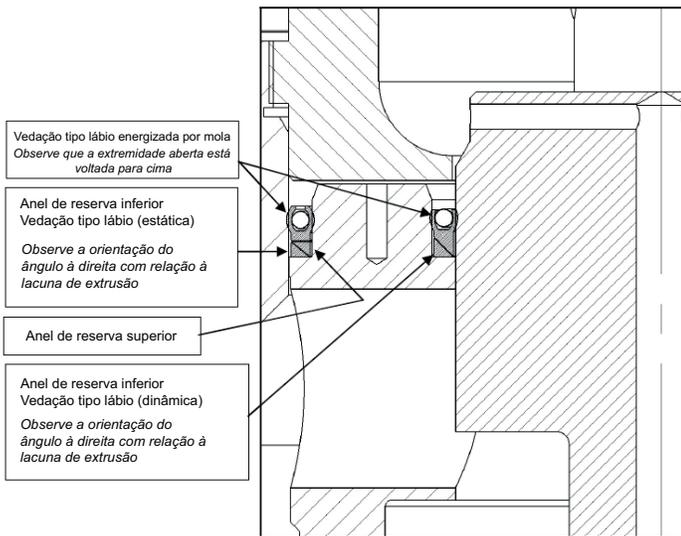

Figura 21: Orientação da vedação de lábio dinâmica e estática (equilibrada)
4. Coloque a vedação de lábio (estática) (B118) no revestimento (B106), na orientação mostrada na Figura 21.
6. Coloque a vedação de lábio (dinâmica) (B108) no bujão (B112), na orientação e na posição aproximada mostradas na Figura 21.